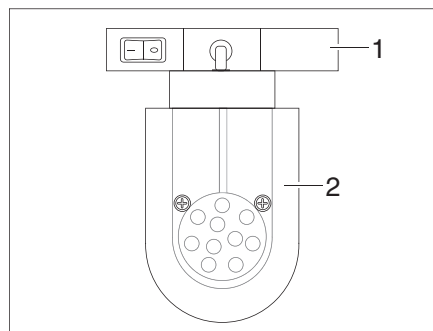

Bild 133 LED-Spotleuchte (Beispiel)
- Halterung (Bild 133,1) fassen und um 90° drehen.
- LED-Spotleuchte (Bild 133,2) aus Schienensystem entnehmen.
- LED-Spotleuchte (Bild 133,2) an gewünschter Position in das Schienensystem einsetzen und um 90° drehen.